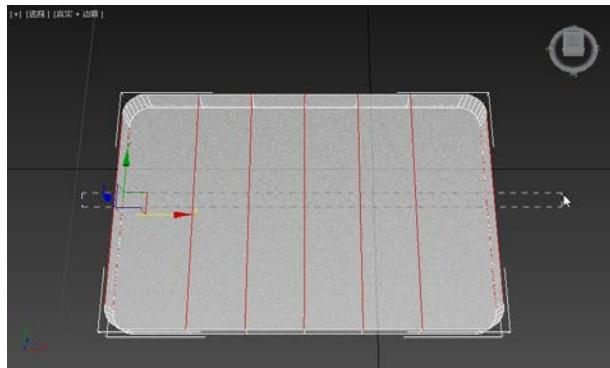

图 3-2-8 选择边 (2)
**STEP 08** 选择视图中的边，如图 3-2-8 所示。